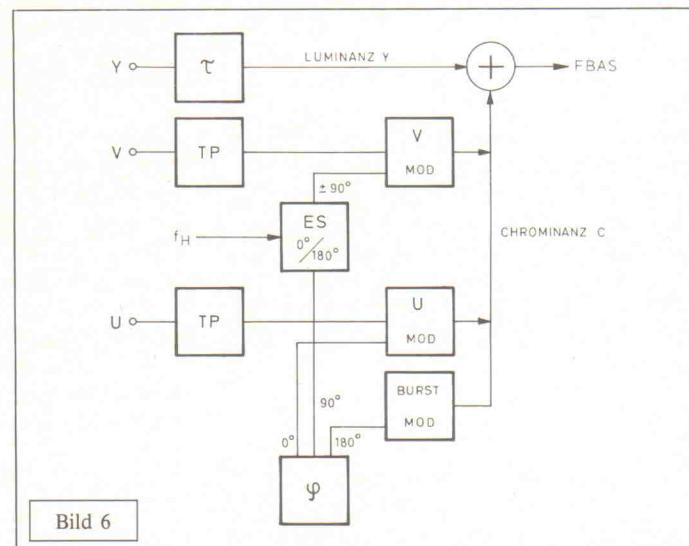

Bild 6
In Bild 6 erkennen wir den in der letzten Folge skizzierten Farbmodulator. Hinzu kommt lediglich ein elektronischer Schalter (ES), der dem V-Signal für jede Zeile abwechselnd entweder die Phasenlage 90° oder 270° zuordnet. Der V-Zeiger springt also nach jeder Zeile um 180° . Daher kommt auch die Bezeichnung PAL = Phase Alternating Line. Und wieder wird über eine Verzögerungsleitung die eine Zeile früher gesendete Information benutzt. Dieses Mal sind es jedoch beide Farbsignale U und V.